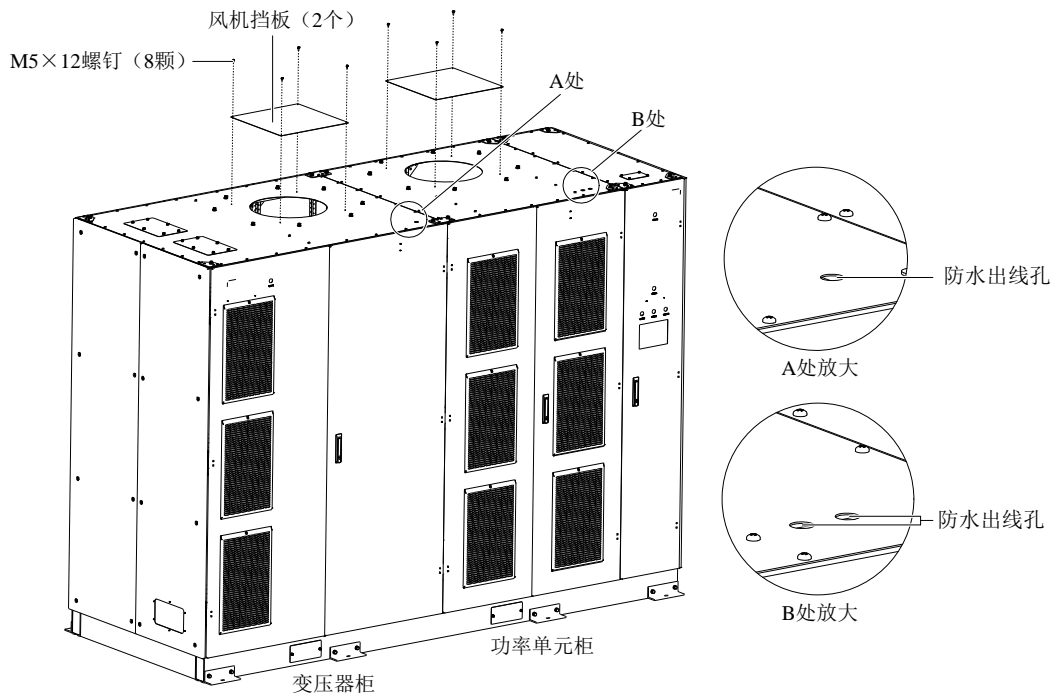
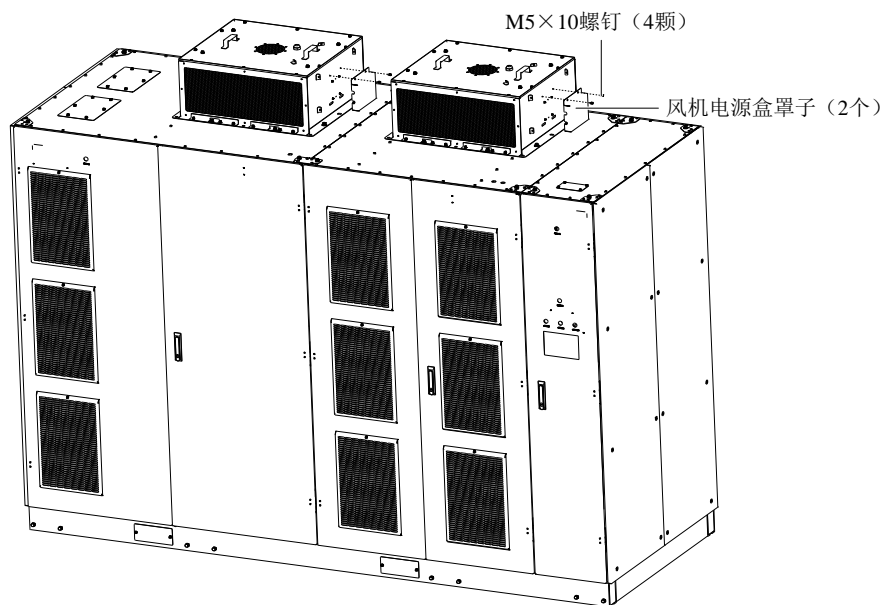

图2-24 拆除风机挡板
图2-26 拆除风机电源盒罩子
3. 安装时必须注意安装方向，使风机电源盒（见图 2-26）距柜顶防水出线孔（位于功率柜和变压器柜顶部，见图 2-24）的距离最短，否则会导致风机线缆长度不够。
1. 拆除固定柜顶风机挡板的 M5×12 螺钉，并拆下风机挡板，如图 2-24 所示。
3. 拆除风机左侧的 M5×10 螺钉，然后拆下风机电源盒罩子，如图 2-26 所示。